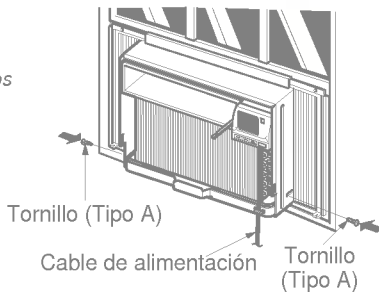

Fig. 7
- Deslice la unidad dentro del gabinete. (ver Fig. 7)